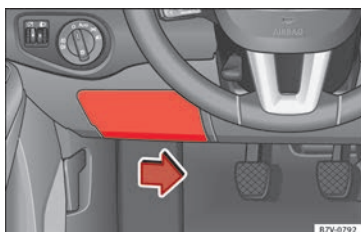

Fig. 60
- For at frigøre afdækningen skal du trykke undersiden af betjeningsarmen mod højre »» Fig. 60.